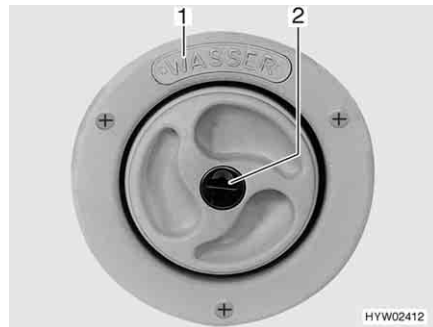
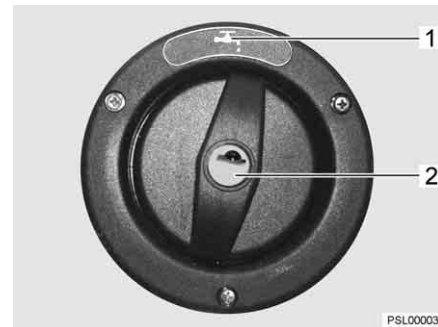

Bild 32 Verschlussdeckel für Trinkwasser-Einfüllstutzen
Bild 33 Verschlussdeckel für Trinkwasser-Einfüllstutzen (Alternative)
- ▷ Der Trinkwasser-Einfüllstutzen ist mit dem Schriftzug "WASSER" (Bild 32,1) oder mit dem Symbol "☰" (Bild 33,1) gekennzeichnet.
- Schlüssel in Schließzylinder (Bild 32,2 bzw. Bild 33,2) stecken und entgegen dem Uhrzeigersinn drehen.